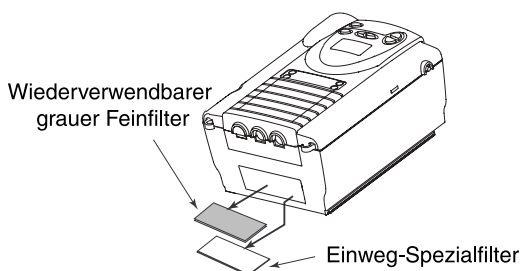

Abb. 9-2 Entfernen der Luftfilter
3. Die Filter wie in Abbildung 9-2 gezeigt aus dem Gehäuse entfernen. Der obere Filter ist der wiederverwendbare graue Feinfilter. Der untere Filter ist der optionale weiße Einweg-Spezialfilter.